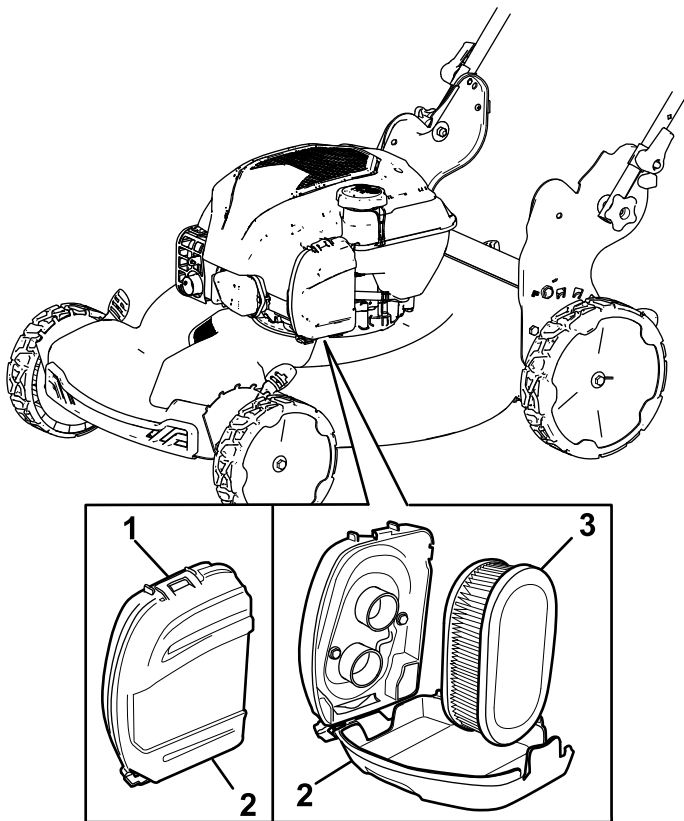

Figura 18
1. Sbloccate la parte superiore del coperchio del filtro dell'aria (Figura 18).
2. Rimuovete il filtro (Figura 18).